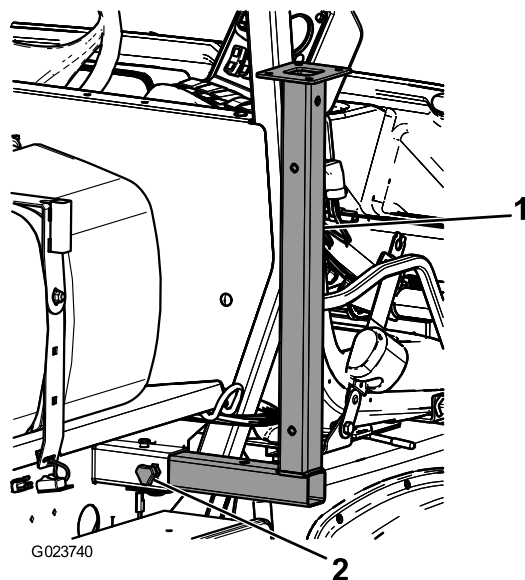

Figura 49
1. Coloque los gatos fijos delanteros boca abajo en el bastidor, cerca de los puntos de amarre delanteros (Figura 49).